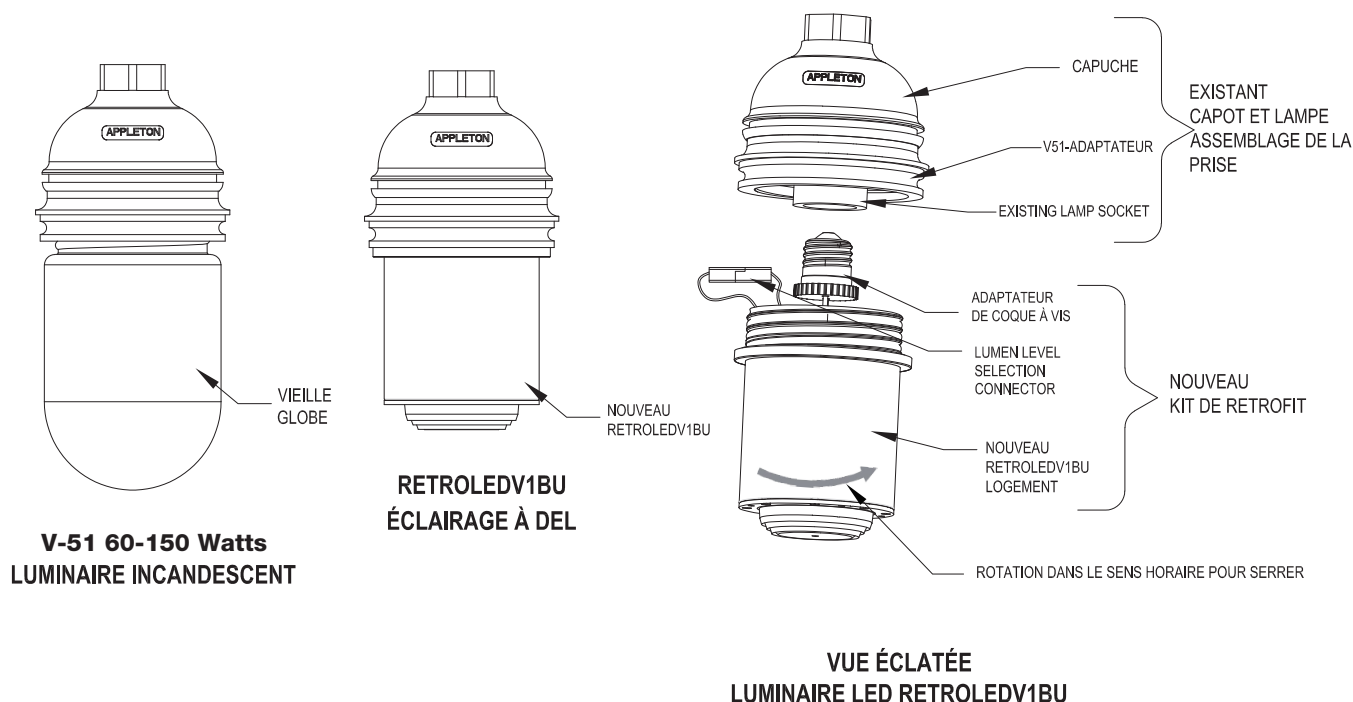

FIGURE 9: LUMINAIRE À INCANDESCENCE 60-150 WATTS COMME LUMINAIRE À LED RETROLEDV1BU
2. Retirez (en tournant dans le sens inverse des aiguilles d'une montre) le vieux globe, la protection, le réflecteur et l'ampoule à incandescence et jetez/recyclez-les conformément aux exigences locales. [Voir la figure 9 - Luminaire à incandescence 60-150 Watts V51 comme luminaire à LED RETROLEDV1BU.]
[Voir la figure 9 - Luminaire à incandescence 60-150 Watts V51 en tant que luminaire à LED RETROLEDV1BU]
[Voir la Figure 9 - Luminaire à incandescence 60-150 Watts V51 en tant que luminaire à LED RETROLEDV1BU.]